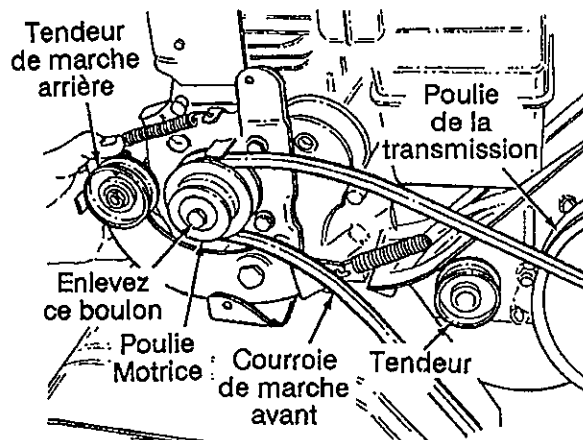

FIGURE 17
#### COURROIE DE MARCHÉ AVANT (voir la figure 17)
2. Dégagez la courroie de la poulie transmission et la poulie motrice. Voir la figure 17.
3. Utilisez une clé de 9/16es de po pour enlever le boulon de la poulie motrice. Voir la figure 17.
4. Poussez le support du tendeur de marche arrière vers l'avant et démontez la poulie motrice et la courroie. Voir la figure 17.